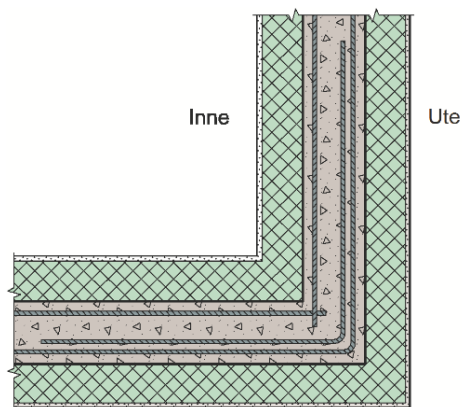

Fig. 4 Armering i utvendig hjørne for yttervegg mot terreng
Hjørner og støttevegger armeres med vinkler  $\phi 10$  mm c/c 300 mm vertikalt som vist på fig. 4, 5 og 6. Vinklene bør være 750 mm hver vei. Alternativt til vinkler c/c 300 mm kan det plasseres to vinkler c/c 600 mm i hjørner og ved støttevegger (to oppå hverandre).
2) Ved utvendige hjørner og ved støttevegger brukes armeringsvinkler (750 mm x750 mm) som vist i fig. 4 og 6.
- Hjørner og overganger til støttevegger armeres som angitt tidligere med Ø10 og Ø12 mm armeringsvinkler c/c 300 mm, som vist på fig. 4, 5 og .